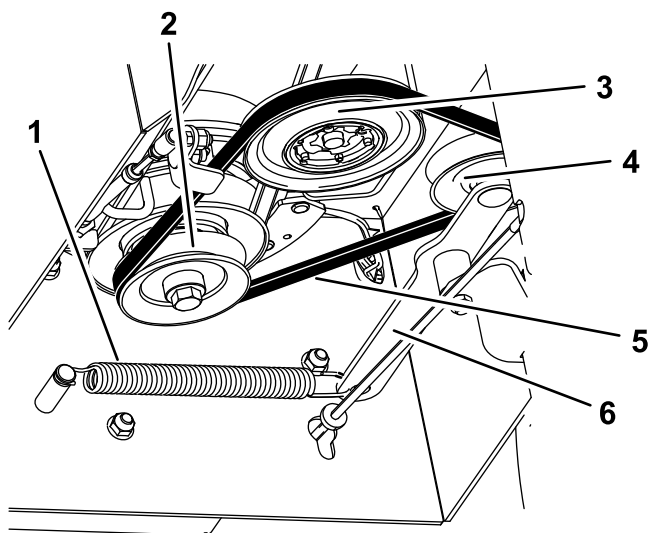

Figura 32
4. Rimuovete la molla di prolunga dal braccio di tensione (Figura 32).
6. Avvolgete la nuova cinghia di trasmissione attorno alle pulegge della frizione, trasmissione e tensione (Figura 32).